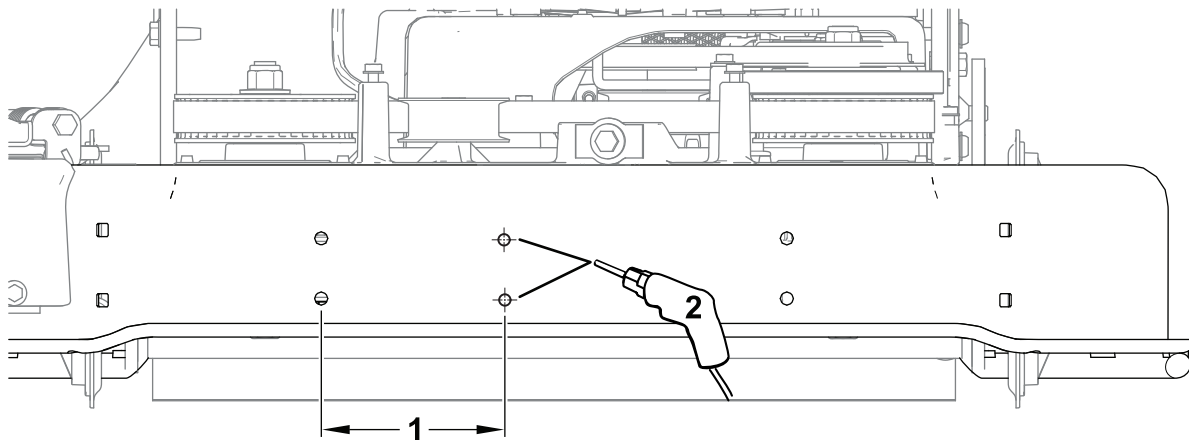

Figure 10
1. Percez 2 trous (8 mm ou 5/16 po) dans l'avant du tablier, comme montré à la Figure 10.